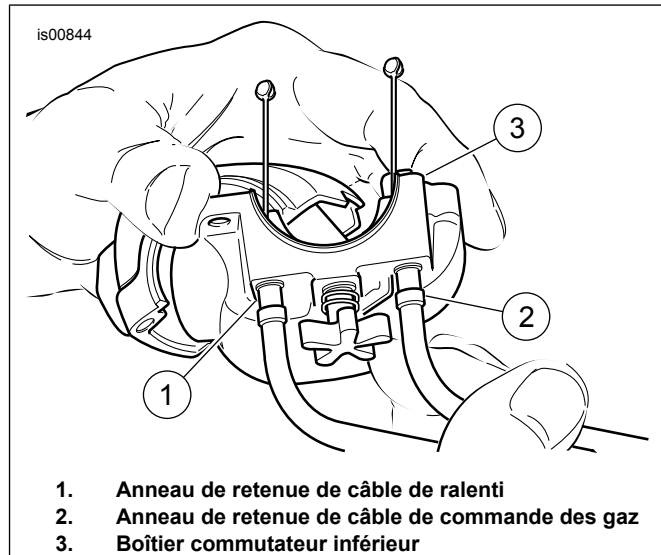

Figure 9. Installer les câbles au boîtier commutateur inférieur
2. Voir Figure 9 . Pousser la gaine du câble de commande des gaz et l'anneau de retenue dans le gros trou du boîtier commutateur situé devant la vis de réglage de tension.